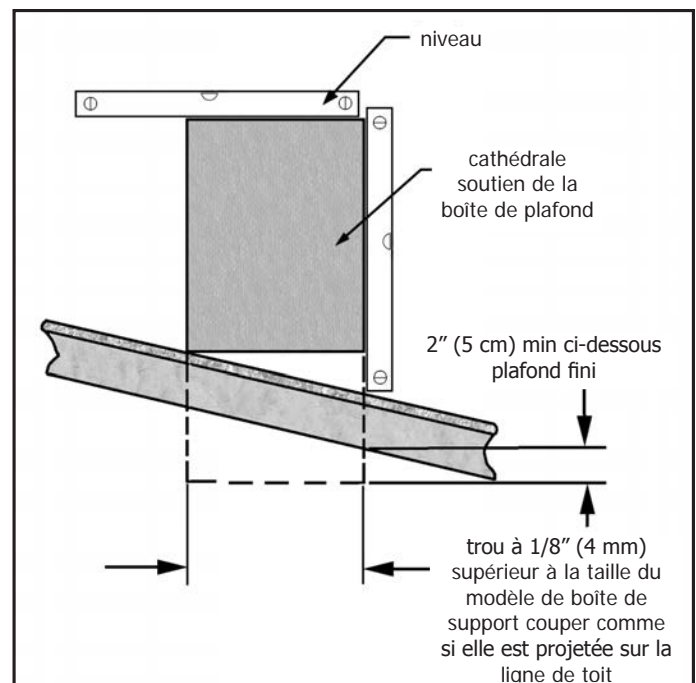

Figure 35: Plafond cathédrale boîte de support de mise à niveau.
4. Abaisser la "boîte de support" à travers le trou dans le toit jusqu'à ce que le fond de la "boîte de support" saillie au moins 2 pouces (5 cm) au-dessous du plafond. Aligner la "boîte de support" à la fois verticalement et horizontalement avec un niveau comme le montre la Figure 35. Temporairement virer la «boîte de support" dans le lieu à travers les murs à l'intérieur et dans le revêtement du toit.